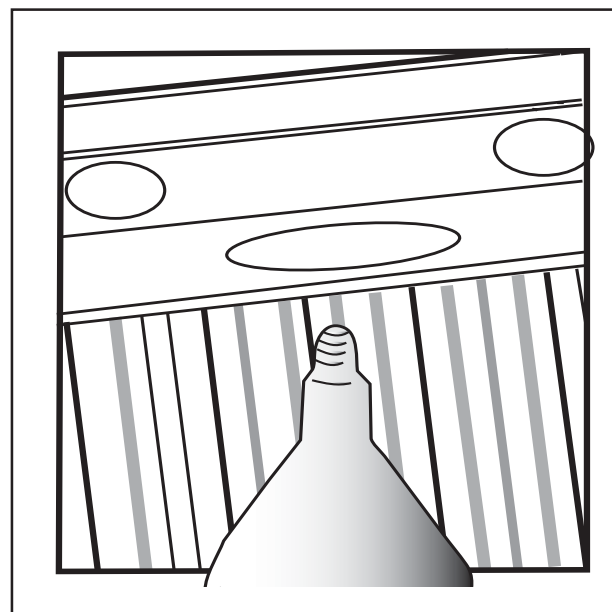

Figure 5
- Utiliser le plat d'une lame de tournevis ou un outil semblable; forcer délicatement le couvercle, tel qu'il est illustré à la figure 5.